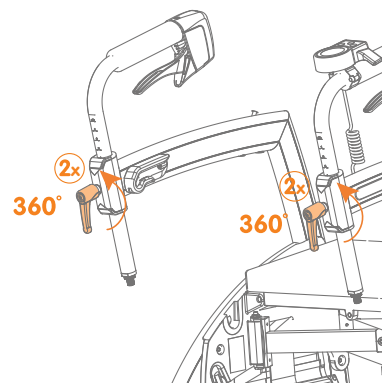
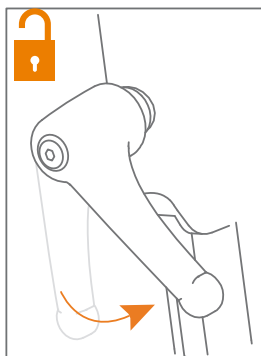

Figure 22: Desserrez les poignées de réglage.
Figure 23: Tournez dans le sens inverse des aiguilles d'une montre.
- Desserrez les poignées de réglage dans le sens inverse des aiguilles d'une montre (**Figure 22**) et (**Figure 23**).